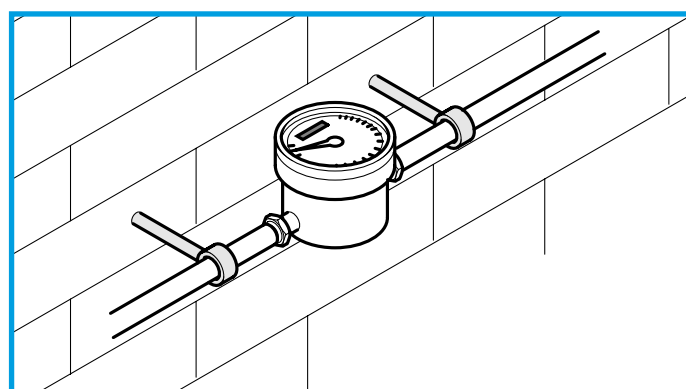

Figura 5 - Fixagem válvulas e contadores
■ Quando temos Válvulas, Contadores, etc., empregar sempre colares sólidos que sejam também pontos fixos (Figura 5).